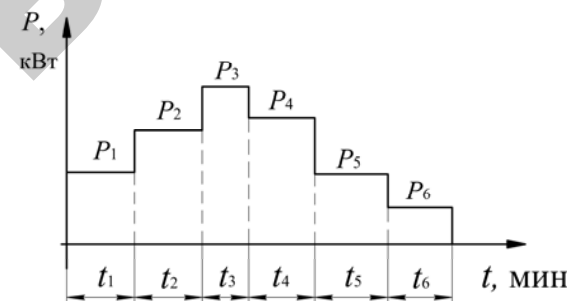

Рис. 18.1. Примерный вид нагрузочной диаграммы
• к пункту 2 плана занятия. По данным табл. 18.2 построить нагрузочную диаграмму в масштабе, как показано на рис. 18.1.